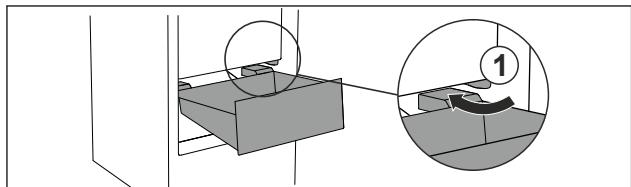

Fig. 67
- Обвести висувний ящик навкіс навколо стопора Fig. 67 (1).